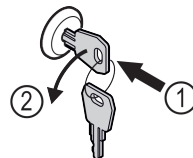

Fig. 161
- ▶ Schlüssel hineindrücken. Fig. 161 (1)
- ▶ Schlüssel um 90° gegen den Uhrzeigersinn drehen. Fig. 161 (2)